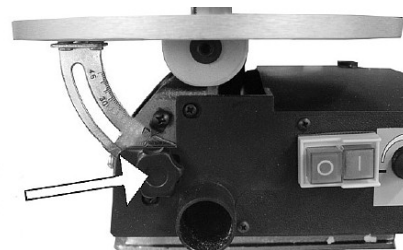

Abb. 15: Sägebrett neigen
Schritt 3: Lösen Sie den Tischverriegelungsknopf (Abb.15) und kippen Sie den Tisch, bis er ungefähr im rechten Winkel zur Klinge steht.